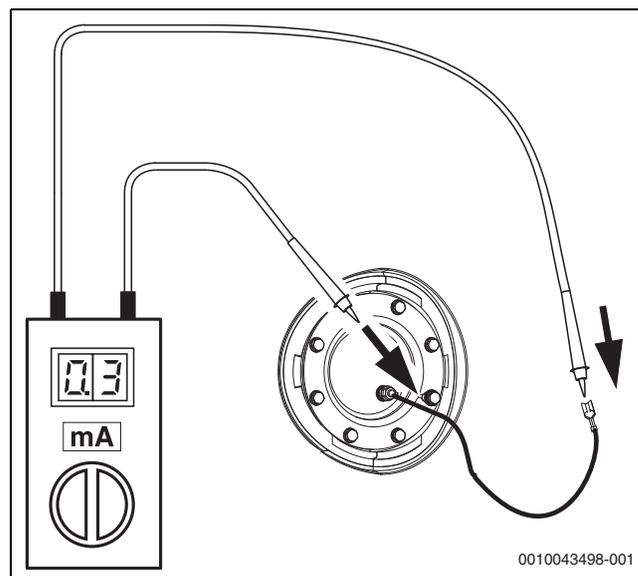

Fig. 42
Nous recommandons que les anodes en magnésium isolées soient également contrôlées chaque année au niveau du courant de protection à l'aide d'un contrôleur d'anode (→ Fig. 42). Le contrôleur d'anode est disponible comme accessoire.
- ▶ Contrôler la perte de tension au passage entre la borne de mise à la terre et l'anode en magnésium. Si le courant de l'anode est < 0,3 mA, remplacer l'anode en magnésium (→ Fig. 42).